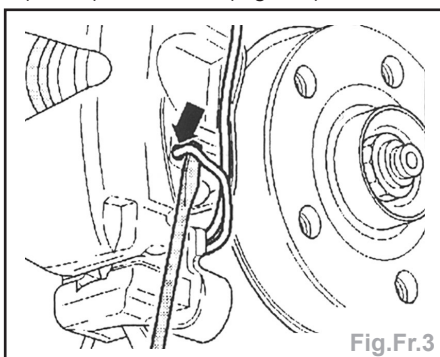

Fig.Fr.3
- En faisant levier à l'aide d'un tournevis, dégager le ressort de retenue des plaquettes de frein hors du boîtier d'étrier (flèche) et le retirer (Fig.Fr.3).